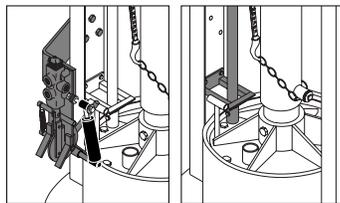

fig. 3
6. Retirer le guide anti-rotation ainsi que le tuyau de 1-1/4" x 54" — *fig. 3*.